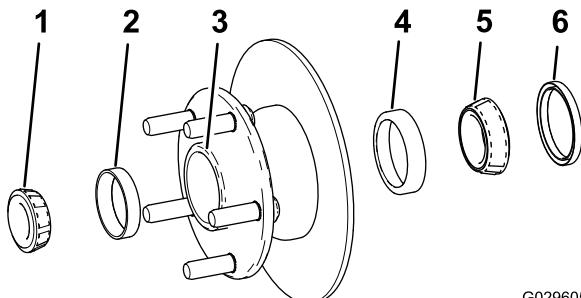

Figura 32
1. Rimuovete il cuscinetto esterno e il relativo anello dal mozzo (Figura 32).
2. Rimuovete la guarnizione, il cuscinetto interno e il relativo anello dal mozzo (Figura 32).
5. Pulite la cavità del mozzo da tutto il grasso, la sporcizia e i detriti (Figura 32).
7. Montate gli anelli dei cuscinetti interni ed esterni nel mozzo (Figura 32).
8. Riempite la cavità del mozzo per il 50%-80% di grasso specificato (Figura 32).
9. Montate il cuscinetto interno sull'anello sul lato interno del mozzo e montate la guarnizione (Figura 32).